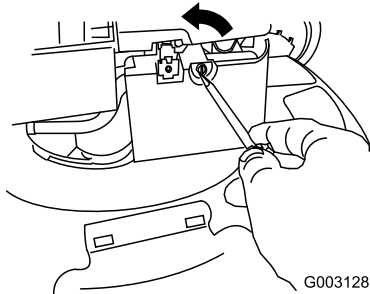

Figura 35
2. Utilice un destornillador para abrir la tapa del filtro de aire (Figura 35).